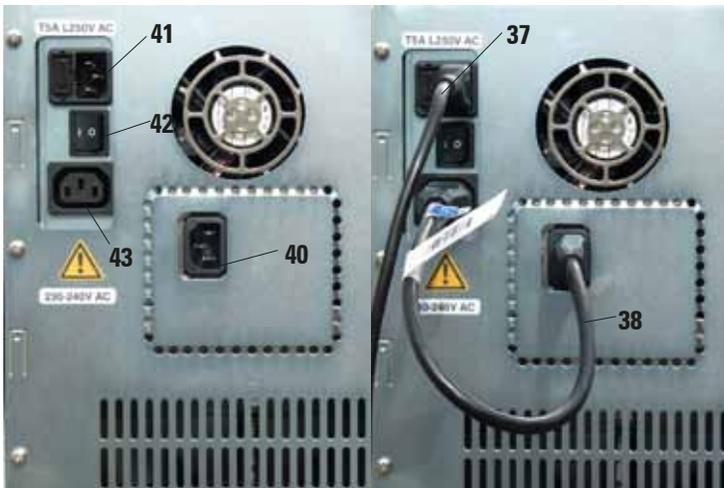

Fig. 4
O aparelho deve ser configurado de modo que a chave de alimentação em sua parte traseira (item 42 na Fig. 4) esteja acessível o tempo todo.
- Coloque a chave ON/OFF (item 42, Fig. 4) localizado na parte traseira do painel do aparelho em **(ON)**.